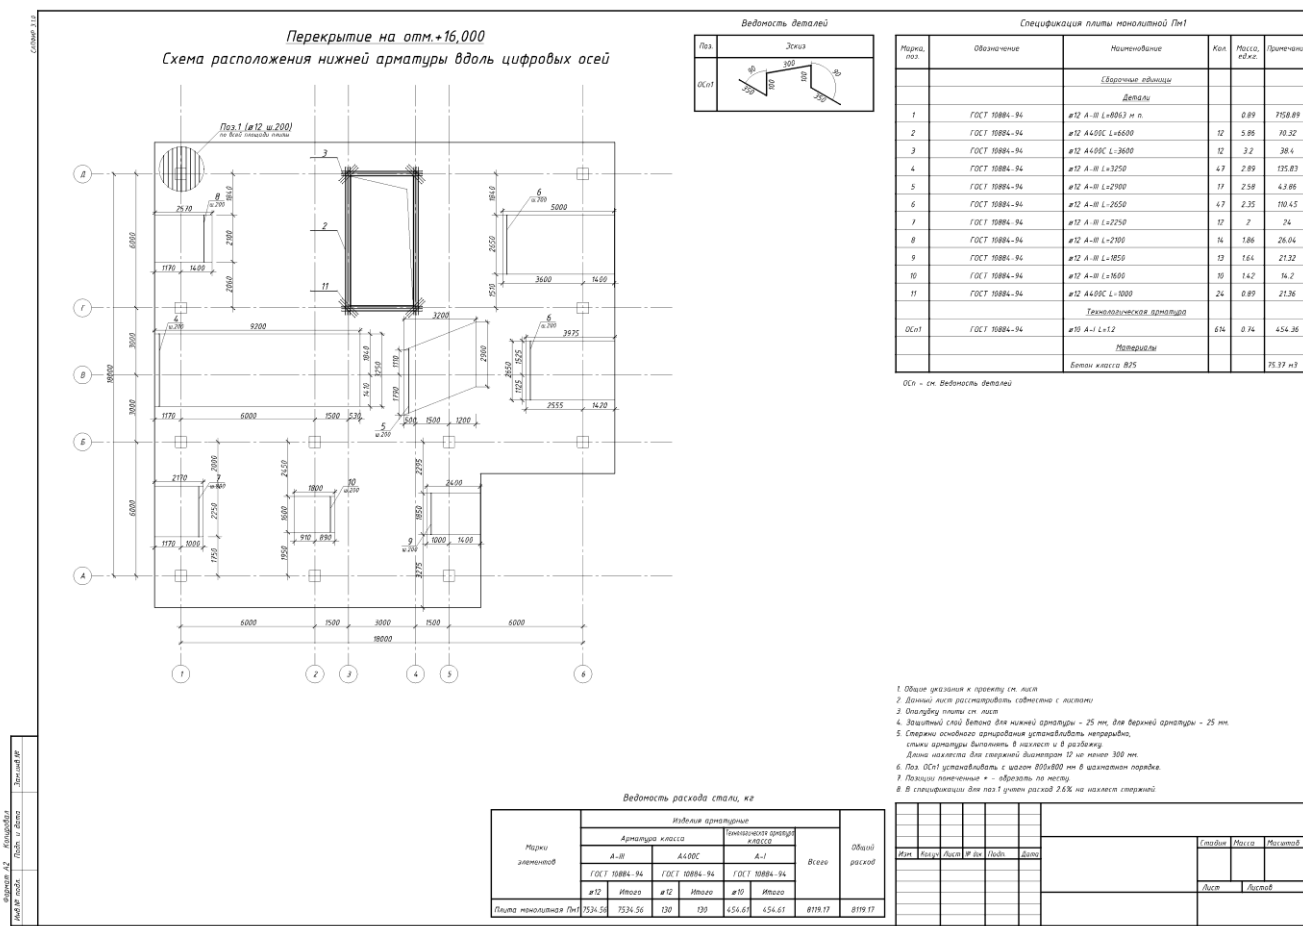

Рис.6.41. Чертеж расположения арматуры в плите перекрытия на отметке +16.000
- Зафиксируйте положение схемы в свободном пространстве листа выполнив одинарный щелчок левой кнопкой мыши (рис.6.41).